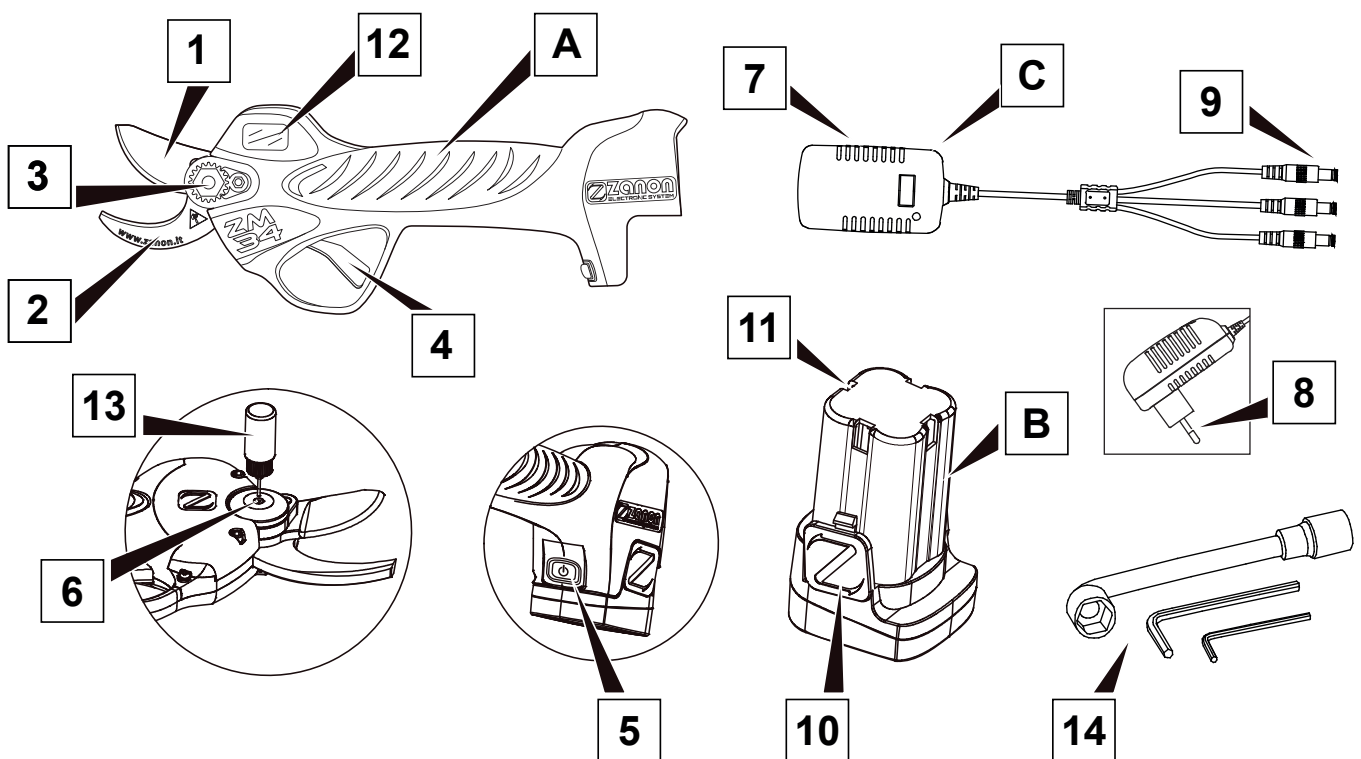

Fig. 1
Tale garanzia si esplica nella riparazione o sostituzione gratuita di quelle parti che, dopo un attento esame eseguito dal Servizio Tecnico del Fabbricante, risultino difettose. La garanzia è limitata ai soli difetti di materiali e cessa di avere effetto qualora le parti lese risultino manomesse o comunque smontate da personale non autorizzato allo scopo. In caso di intervento in garanzia, le **forbici** dovranno essere consegnate alla **ZANON** nella loro valigetta originale corredata di tutti i relativi accessori (vedi **Fig. 1**).
Le **forbici** costituiscono un'attrezzatura a funzionamento elettronico, alimentata da batteria, progettata e costruita esclusivamente per la potatura di qualsiasi tipo di coltivazione, in particolar modo vigne, abeti, alberi da frutto, ulivi e, per il giardinaggio, vivai e potature urbane. Il servocollimo progressivo del taglio permette una continua padronanza da parte dell'utente della posizione della lama di taglio, sia all'apertura della stessa che durante il processo di potatura. Le **forbici** si contraddistinguono per la velocità e la stabilità di taglio e per il basso consumo. Il kit completo è costituito dai componenti di seguito riportati e rappresentati in **fig. 1**.
Con riferimento alla **fig. 1**, il funzionamento delle **forbici** si basa su un sistema a due leve che agevola e velocizza il taglio dei materiali legnosi. Il taglio avviene in direzione perpendicolare alle fibre e lascia una superficie di taglio liscia priva di sfrangiature. Le **forbici** sono sostenute dall'operatore con una sola mano sull'apposita impugnatura. Strutturalmente le **forbici** si compongono di n. 2 lame (una denominata "tagliente" e l'altra "battente") di cui una fissa e l'altra mobile. La lama mobile ("tagliente") (1) ha il fulcro di rotazione posto sulla controlama ("battente") (2). Il movimento della lama mobile è dato da un motore elettrico racchiuso all'interno dell'impugnatura alimentato da una batteria (B) a basso voltaggio. Il comando viene impartito premendo con un dito della mano il grilletto (4) delle **forbici** installato sull'impugnatura.